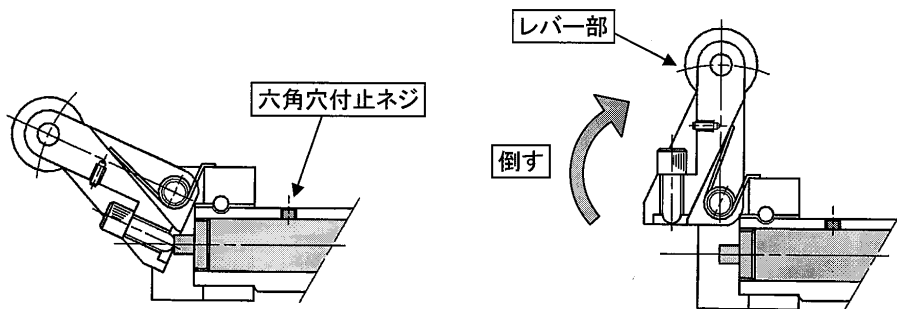

図11
- ①ショックアブソーバを交換する場合は、ピストンロッド部の六角穴付止メネジ（M3）を緩め（目安：一回転程度）、レバーを倒してください。（図11参照）